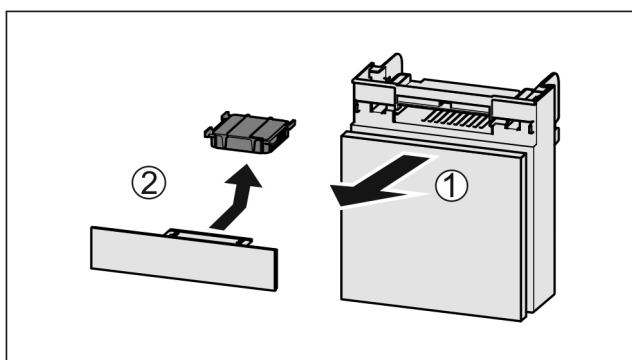

Fig. 98
- ▶ Vytiahnite zásuvku smerom dopredu Fig. 98 (1).
- ▶ Vyberte aktívny uhlíkový filter Fig. 98 (2).